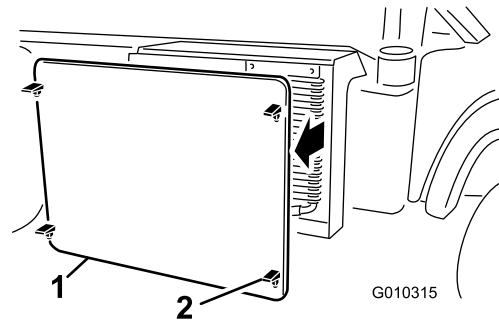

Bild 53
5. Lösen und entfernen Sie das Kühlgitter vorne am Kühler (**Bild 53**).